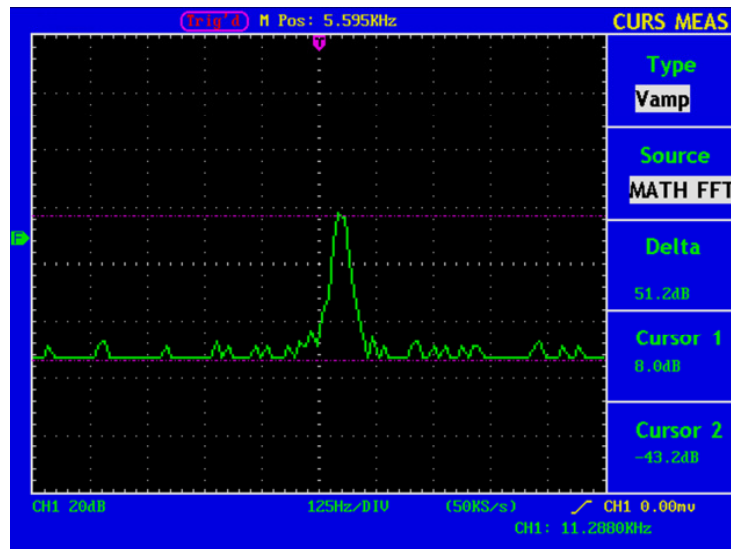

Abb. 71 Wellenform der Vamp-Cursormessung
3. Verändern Sie die Positionen von **CURSOR1** und **CURSOR2** entsprechend der zu messenden Wellenform; es wird dann der absolute Wert der Spannungsdifferenz zwischen Cursor 1 und Cursor 2 im Fenster angezeigt. Die aktuelle Position von Cursor 1 wird unter Cursor1, die von Cursor 2 unter Cursor2 angezeigt (siehe Abb. 71).